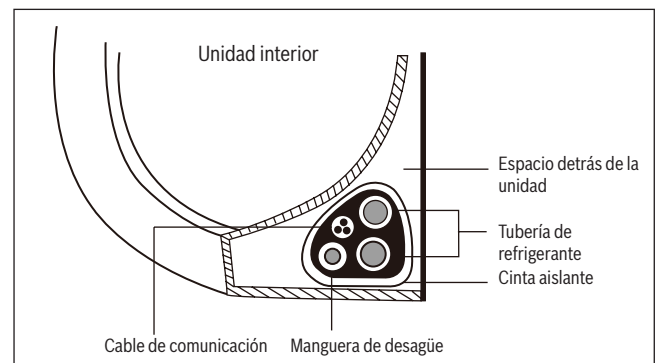

Fig. 17.
1. Sujete la tubería de drenaje, los tubos de refrigerante y el cable de comunicación según consta en la **fig. 17**.
3. Envuelva el cable de comunicación, los tubos refrigerantes y la tubería de drenaje fijamente con cinta aislante. Controle que todos los componentes estén envueltos según lo presenta la **fig. 17**.